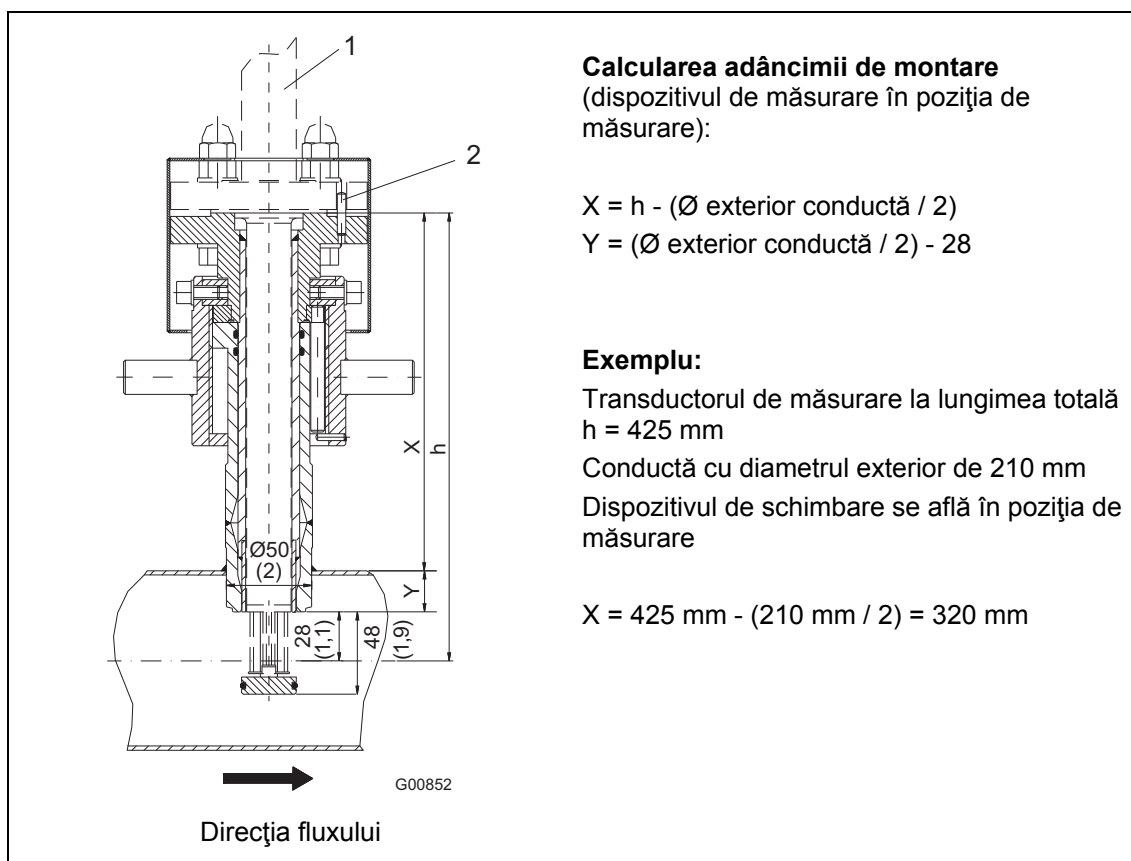

Fig. 9: Dimensiuni în mm (inch). Dispozitiv de schimbare integrat în poziția de măsurare
- Știftul de centrare al adaptorului trebuie să fie aliniat cu axul conductei în direcția fluxului (pe circuitul de evacuare, în spatele punctului de măsurare), vezi Fig. 9.